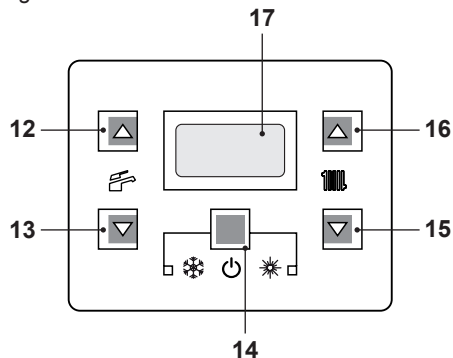

Figura 2.5
- Tenere premuto per 2 secondi il tasto 14 fino a far apparire sul display il simbolo  Figura 2.5.
La temperatura dell'acqua calda di mandata riscaldamento è regolabile agendo sui tasti 15 (diminuzione) e 16 (aumento) (Figura 2.5) da un minimo di circa 25°C ad un massimo di circa 85°C. Alla prima pressione di uno dei due tasti si ha la visualizzazione del valore di "set", alla seconda pressione si accede alla modifica.
Comunque se la temperatura ambiente non dovesse essere confortevole si può aumentare o diminuire la temperatura di mandata dell'impianto riscaldamento di $\pm 15^\circ\text{C}$ agendo sui tasti 15 (diminuzione) e 16 (aumento) (Figura 2.5).
La temperatura dell'acqua calda sanitaria è regolabile agendo sui tasti 12 (aumento) e 13 (diminuzione) (Figura 2.5) da un minimo di circa 35°C ad un massimo di circa 60°C . Alla prima pressione di uno dei due tasti si ha la visualizzazione del valore di "set", alla seconda pressione si accede alla modifica.